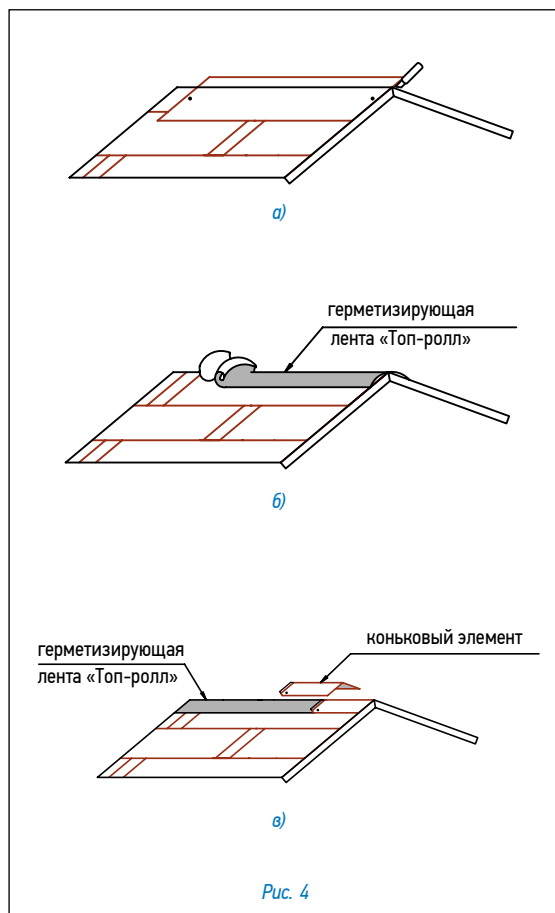

Рис. 4
Конек (рис. 4)
- выступающие части листов обрезаются (рис. 4а);
- линии коньков и ребер герметизируются специальной самоклеящейся лентой «Топ-ролл» (рис. 4б);
- далее устанавливаются внахлест специальные коньковые элементы (направление укладки по преимущественному направлению ветра). Каждый коньковый элемент плотно прижимается к основанию кровли и фиксируется двумя гвоздями из нержавеющей стали длиной 35 мм, которые перекрываются следующим коньковым элементом (рис. 4в).
- Верхний ряд черепицы доводится до линии конька (ребра), выступающие части листов обрезаются (рис. 4а);